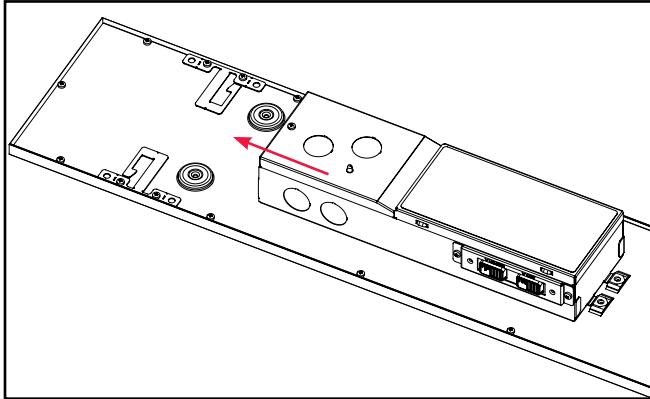

Figura 1.
3. Localice la cubierta de la caja de conexiones de la luminaria, quite el tornillo y deslícela para sacarla. (Figura 1.)